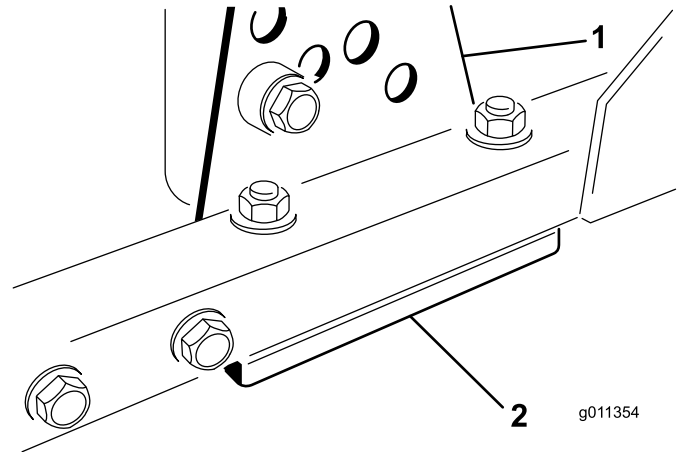

図 87
1. 刈り高ブラケット前、左、右のうち1つをデッキのフレームから外す 図 87。
2. デッキフレームとブラケットとの間に厚さ 1.5 mm または 0.7 mm のシム、場合によってはこれらの両方を挿入して、希望する刈高を達成する 図 87。